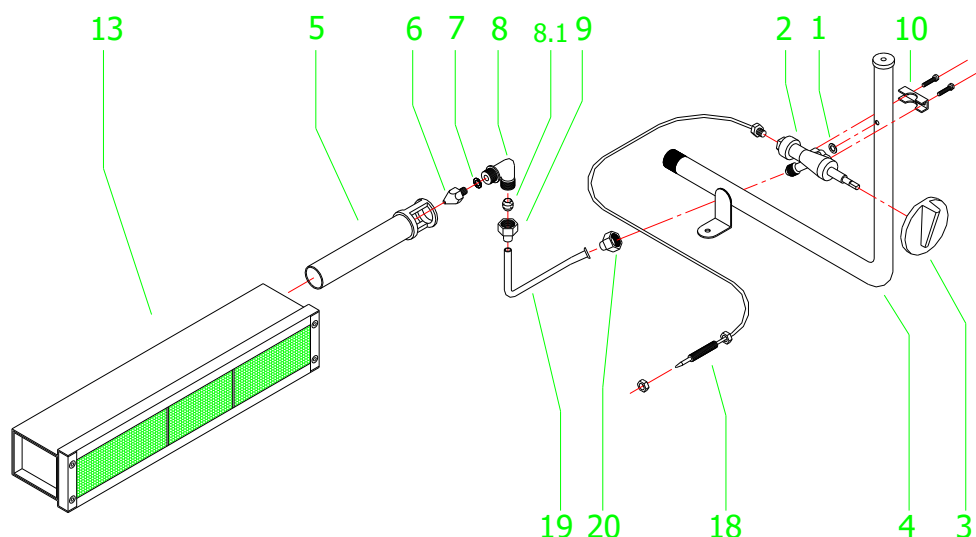

Fig. 11
- e) Retirez le tube 12 et le thermocouple 13 Fig. 11 correspondant à la valvule du brûleur que vous voulez changer en retirant les écrous 11 et 14.